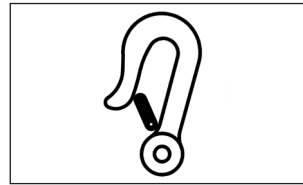

Abbildung 2
- Die Positionen der vier Befestigungspunkte am Match werden mit einem Aufkleber mit Hakensymbol angegeben (siehe Abbildung 2).